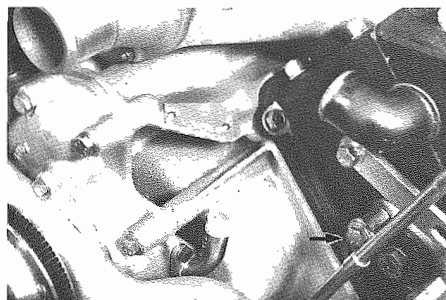

Fig. 31 - Viti asta livello olio
- Allentare la fascetta di sostegno della guaina asta livello olio sul tendicatena sinistro (**Fig. 31**).
- Loosen oil dipstick sheat clamp on left chain stretcher (**Fig. 31**).